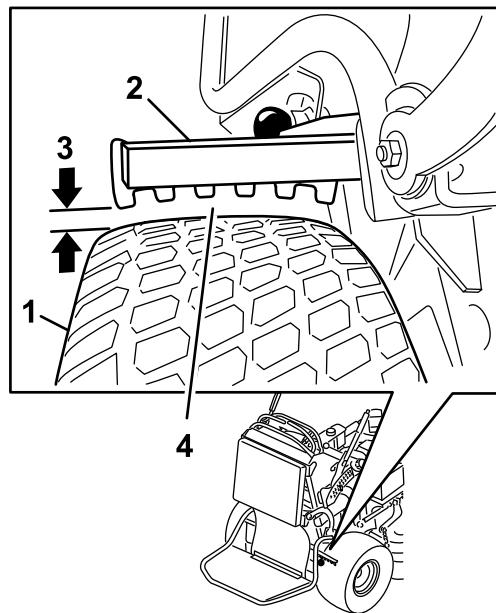

Figura 59
6. En el lado que tenga el espacio más pequeño, asegúrese de que la distancia es de 3 a 6 mm según se muestra en la Figura 59; consulte Ajuste de los frenos \(página 47\) si es necesario ajustarla.
5. Ajuste la horquilla (Figura 59).